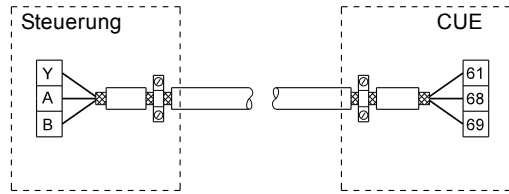

Abb. 22 Beispiel für den Anschluss eines 3-adrigen Buskabels mit Schirm, der an beiden Enden aufgelegt ist
- Der Schirm der Kabel ist an beiden Enden großflächig an Masse anzuschließen. Das gilt sowohl für die Motorkabel als auch für die Signalkabel. Siehe Abb. 22. Verfügt die Steuerung über keine entsprechenden Kabelschellen, ist der Schirm nur am CUE-Frequenzumrichter aufzulegen. Siehe Abb. 23.